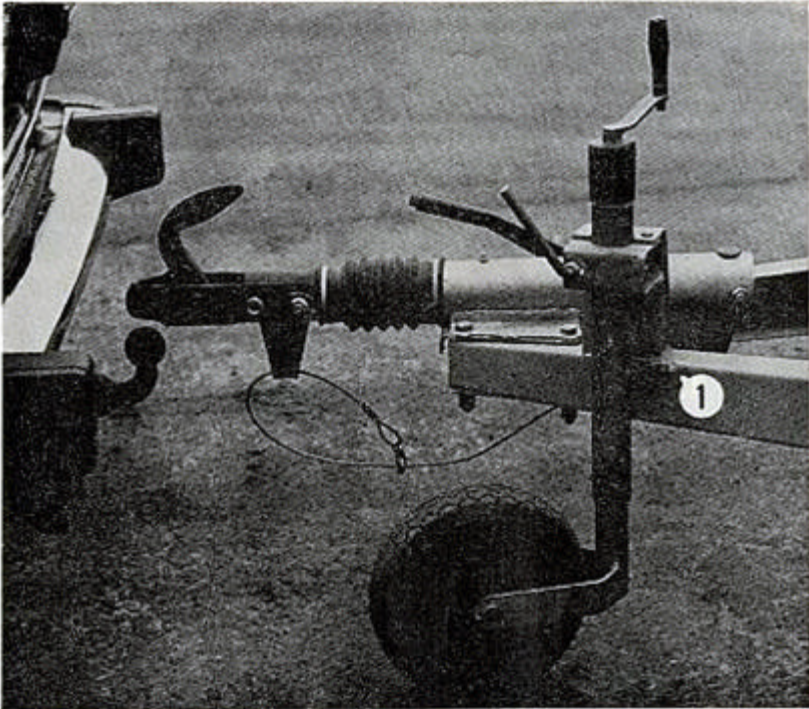
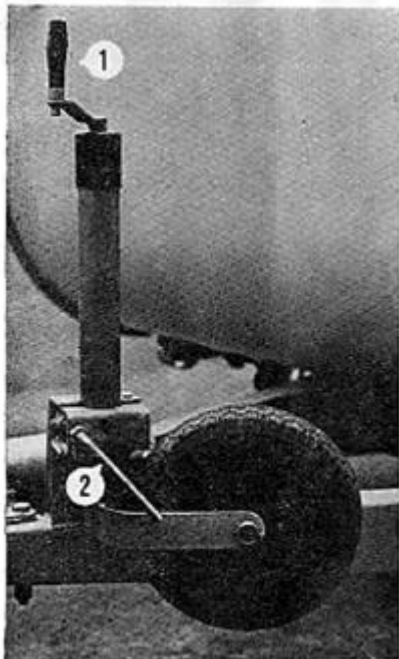

Bild 1 Kugelkupplung kuppelbereit
Bild 3 Bugrad fertig für die Fahrt
Der Campingwohnanhänger wird nach Lösen der Handbremse so an das Zugfahrzeug herangeführt, daß sich die Kugelkupplung über der Anhängerzugvorrichtung befindet. (Bild 1) Die richtige Höhe wird mit der Kurbel des Buglaufrades eingestellt. Danach wird die Kugelkupplung mittels der Kurbel des Buglaufrades abgesenkt bis diese auf der Anhängerzugvorrichtung aufliegt und sich das Bugrad anhebt.
- Das Bugrad nach lösen des Knebels an der Bugradhalterung in die höchste Stellung bringen, in die am Fahrgestellrahmen angebrachte Nase (1, Bild 1) einhängen, den Knebel wieder festziehen und das Bugrad mit der Kurbel leicht verspannen. (Bild 3)